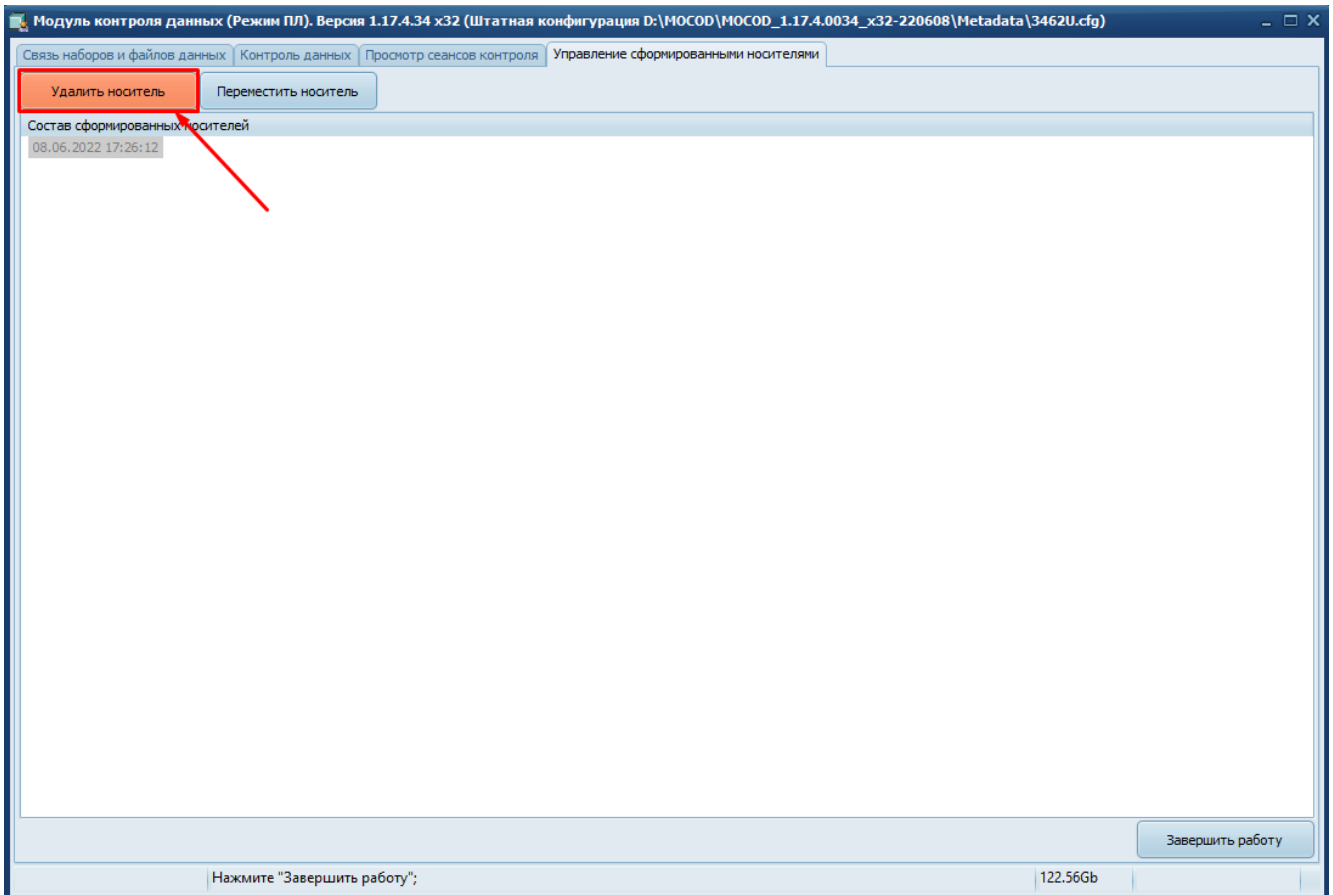

Рисунок 84 – Удаление сформированного носителя
- 2) Нажать кнопку «Удалить носитель» (Рисунок 84).